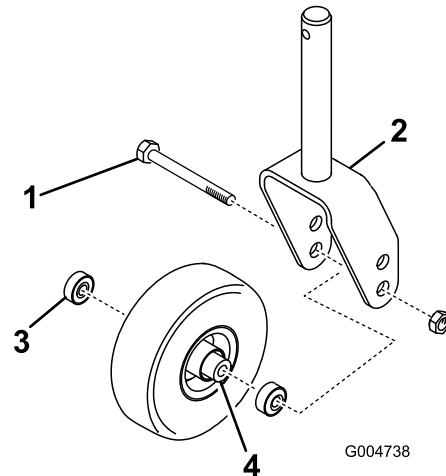
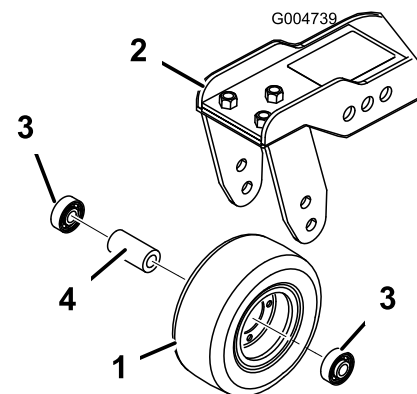

Figura 85
Figura 86
1. Retire a porca de bloqueio do parafuso que fixa o conjunto da roda giratória entre a forquilha da roda giratória (Figura 85) ou o braço articulado da roda giratória (Figura 86).
2. Retire o rolamento do cubo da roda e deixe cair o espaçador do rolamento para fora (Figura 85 e Figura 86).